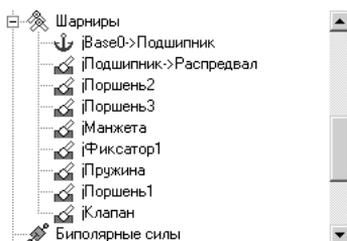

Рис. 2.10. Раскрытый пункт **Шарниры** в **Дерево элементов** после конвертации узла **Кулачок_Клапан**
- щелкните в **Списке элементов** по знаку \oplus перед пунктом **Шарниры** для его раскрытия. Появятся 9 шарниров для сборки **Кулачок – Клапан**, см. рис. 2.10.